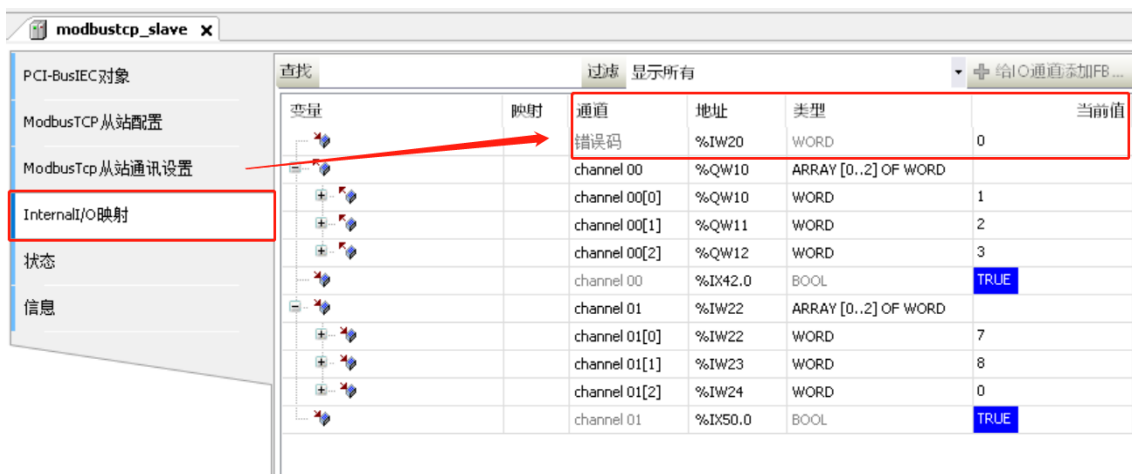

图 11.22 错误码查询
(5) 错误码查询与错误响应帧格式
- ① 通过 PLC 在线调试，可以查看当前通信错误码，正常通信时，错误码为 0，如图 11.22 所示。